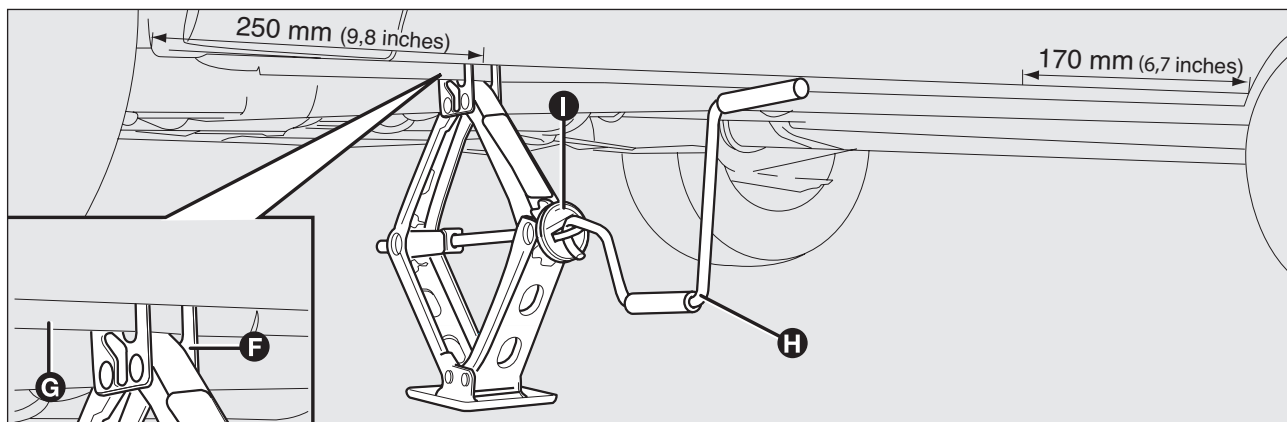

fig. 6
- ☐ asegúrese de que la hendidura **F**-fig. 6 del gato está en contacto con la lengüeta **G** del lateral;